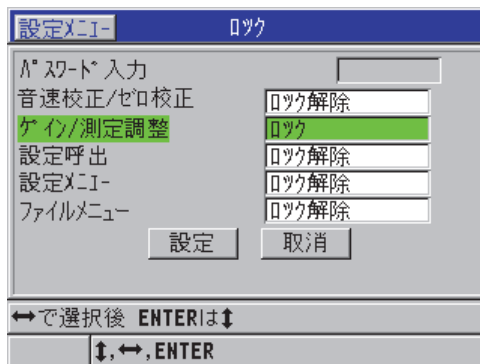

図 7-10 ロック画面
2. 差異画面で（152 ページの図 7-10 を参照）、以下の操作を行います。